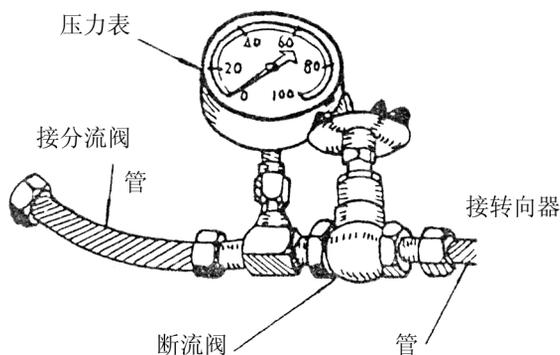

图6.6 测量压力
(5)为了测量压力，采用压力表(15-20MPa)，断流阀和软管如图6.6所示连接。